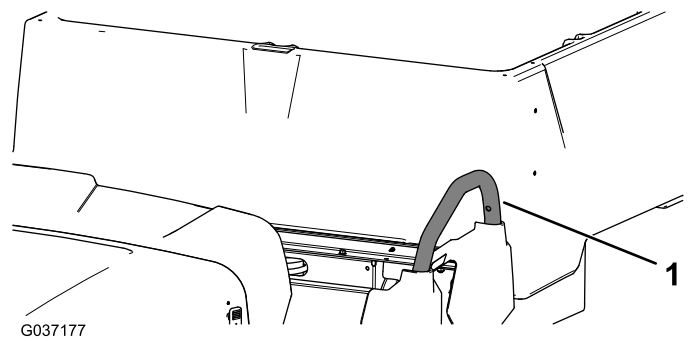

Figura 9
2. Rimuovete le 3 viti e i 3 dadi che fissano la maniglia sinistra e rimuovetela (Figura 9).
8. Montate la maniglia sinistra precedentemente rimossa utilizzando le 3 viti e i 3 dadi (Figura 9).